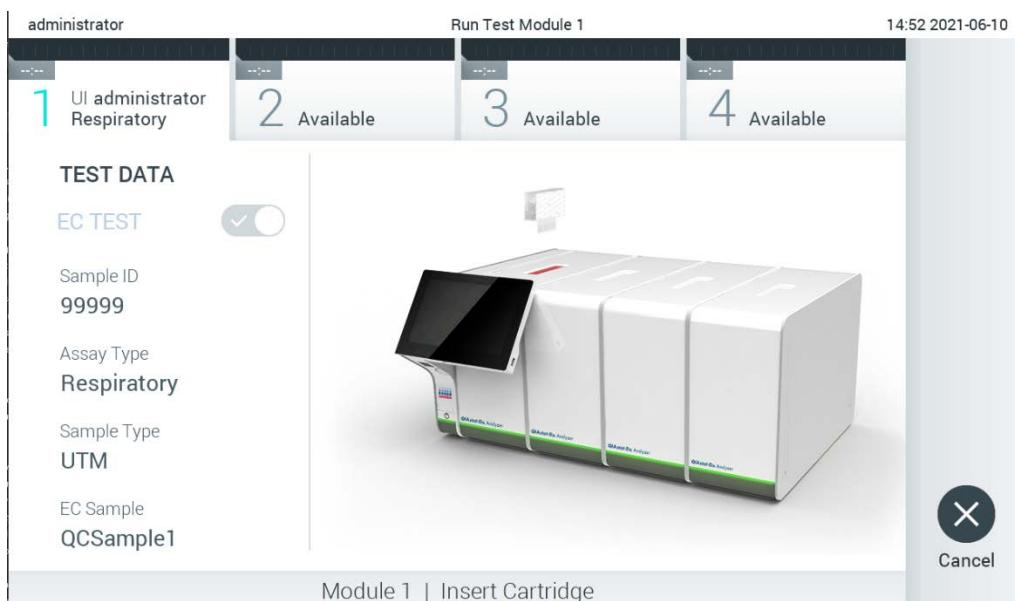

Рис. 93. Установка картриджа для тест-системы QIAstat-Dx в QIAstat-Dx Analyzer 1.0.
- Убедитесь, что обе крышки отсеков для проб — порта для мазков и основного порта картриджа для тест-системы QIAstat-Dx — плотно закрыты. Когда входной порт для картриджа на верхней стороне QIAstat-Dx Analyzer 1.0 автоматически откроется, вставьте туда картридж для тест-системы QIAstat-Dx, так чтобы штрих-код был обращен влево, а реакционные камеры — вниз (рис. 93).